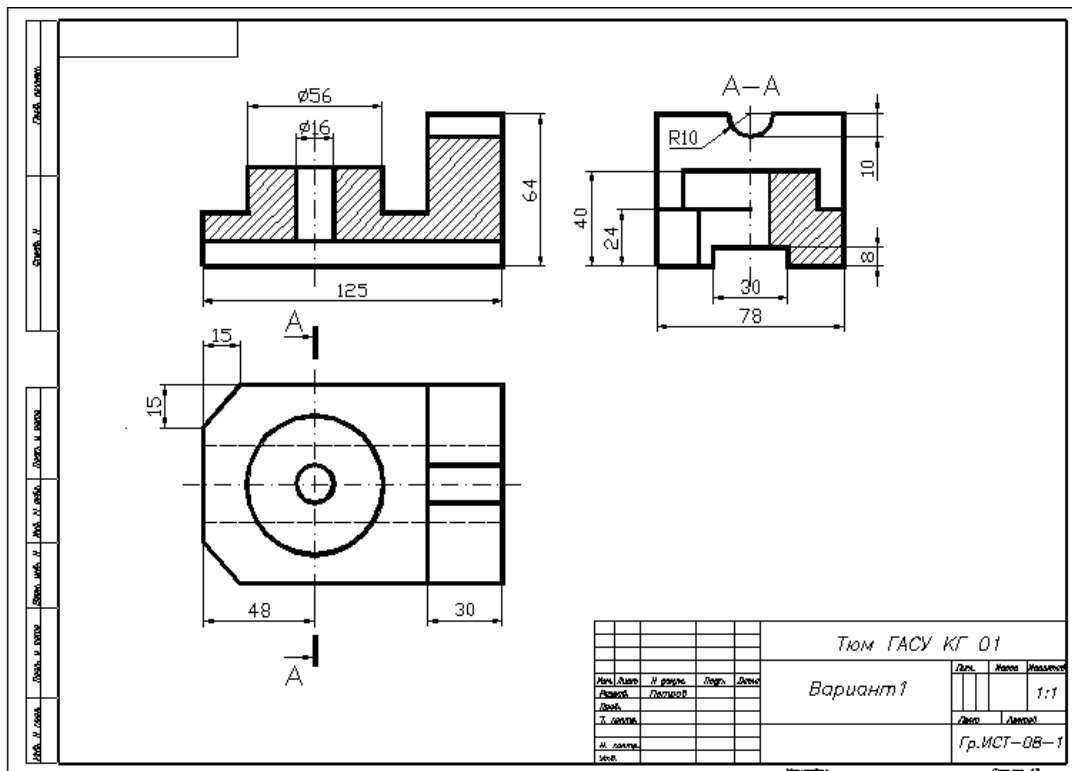

Рисунок 2.19 - Чертеж новой детали
3. Нанести размеры, обозначить разрезы и окончательно оформить чертеж новой сконструированной детали, заполнив основную надпись, рисунок 2.19.